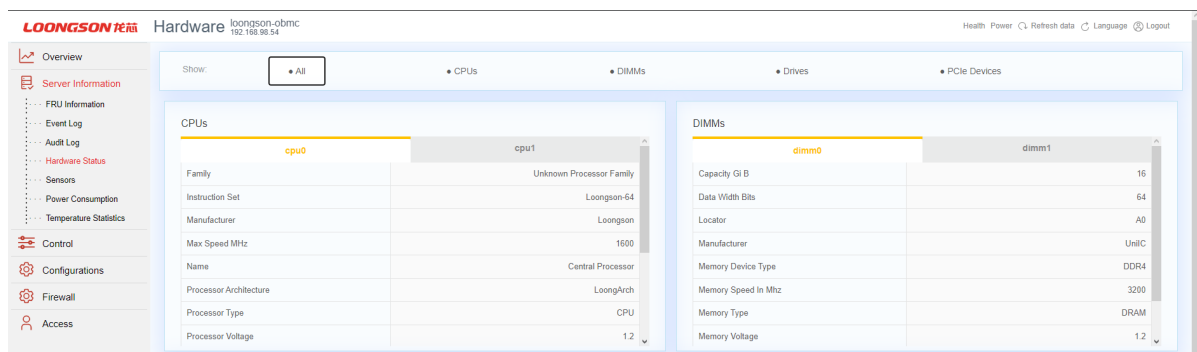

Рис. 74. Окно «Hardware Status»
- 5) Пройдите во вкладку «Server Information» → «Hardware Status» в данной вкладке отображается информация о комплектующих сервера и их характеристиках. Окно показано на рис. 74 Окно «Hardware Status»